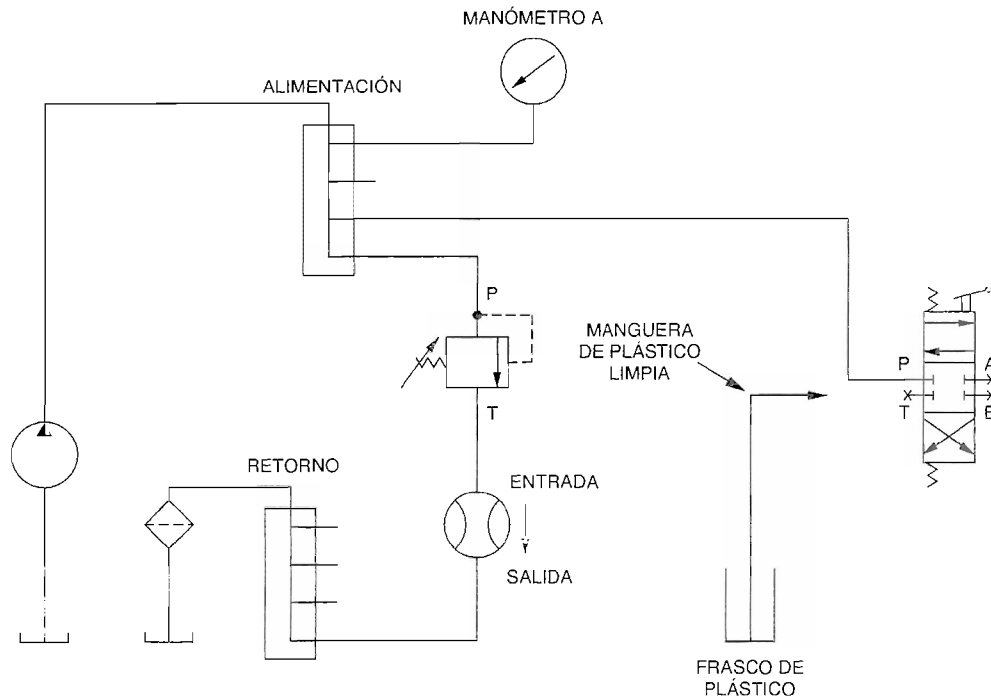

Figura 5-12. Medición de la fuga del orificio P a los orificios A, B y T.
- 1. Conecte el circuito mostrado en la Figura 5-12.